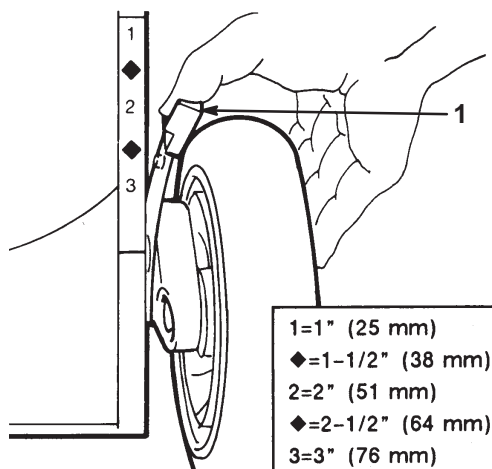

Figure 12
3. Rapprochez le levier de hauteur de coupe de la roue et amenez-le à la position voulue (Fig. 12).